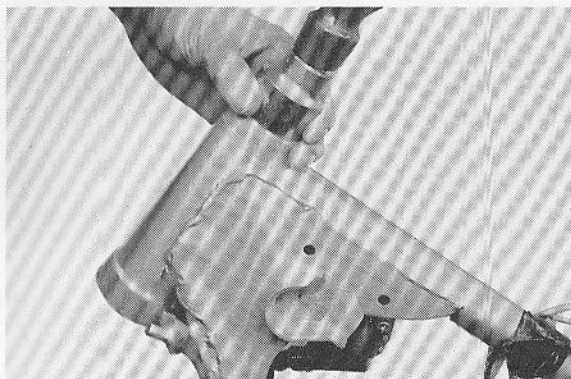

Fig. 5-7-10
1. If pressed-in races have been removed, tap in new races. (Fig. 5-7-10)
1. Si les bagues pressées ont été démontées, mettre de nouvelles bagues en tapant. (Fig. 5-7-10)